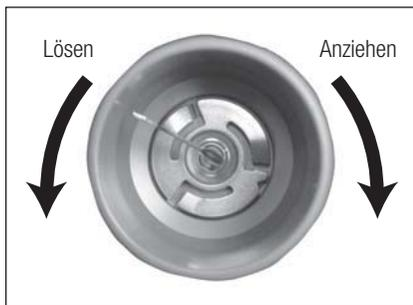
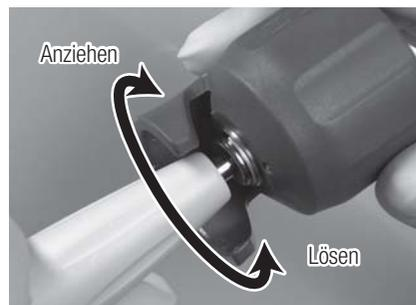

Abb. 21
Abb. 22
- 3) Drehen Sie den Schlüssel in die Anziehrichtung, wie in Abb. 21 und Abb. 22 dargestellt, bis Sie ein Klicken hören und der Schlüssel sich nicht mehr weiter anziehen lässt.
Um den Aufsatz zu entfernen, drehen Sie den Schlüssel in die Löserichtung wie in Abb. 21 und Abb. 22 dargestellt.